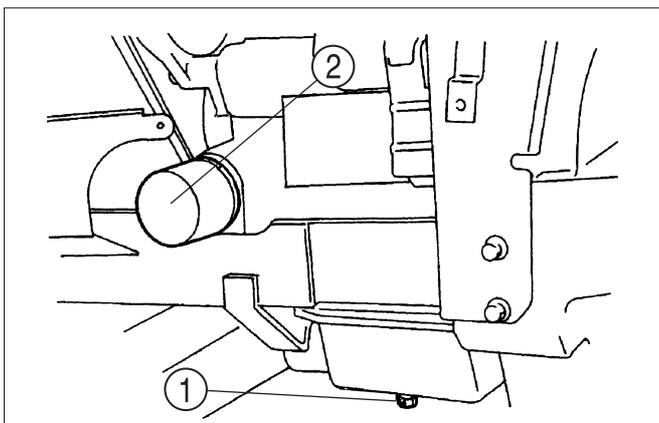

**FIG. 58**
**FIG. 58 : Pour vérifier le niveau d'huile moteur** – Le tracteur doit être stationné sur un sol de niveau, moteur arrêté. Extrayez la jauge ①, et vérifiez que le niveau d'huile est entre la limite supérieure, F, et la limite inférieure, L, sur la jauge. Essuyez la jauge, remettez-la momentanément en place dans le moteur et contrôlez de nouveau le niveau d'huile.